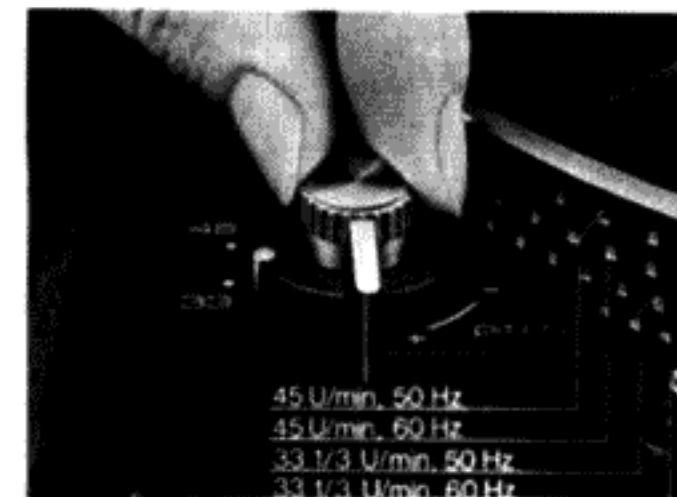

Fig. 21
Jede der beiden Normdrehzahlen 33 1/3 und 45 U/min kann mit der Tonhöhenabstimmung variiert werden. Die Einstellung erfolgt mit dem Drehknopf „pitch“ (2) (Fig. 21). Regelbereich bei 33 1/3 U/min ca. 1/2 Ton (6 %).
Chacune des 2 vitesses normalisées 33 1/3 et 45 tr/mn peut être modifiée par le réglage de la hauteur du son (2) (Fig. 21). Plage de réglage à 33 1/3 tr/mn env. 1/2 ton (6 %).